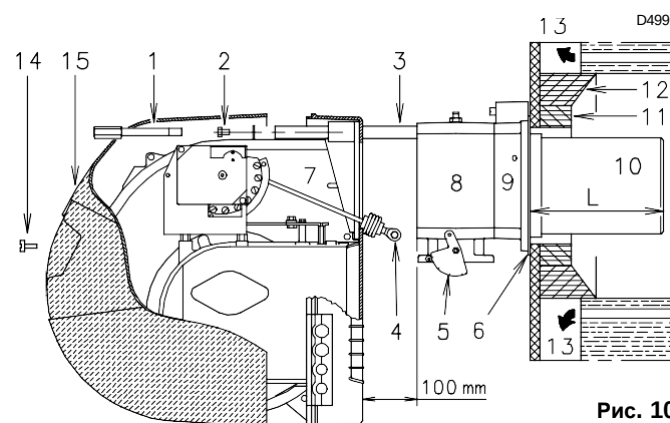

Рис. 10
Для котлов с водяным охлаждением передней части (водохлаждаемой передней стенкой) огнеупорная футеровка 13)-14) (Рис. 10) не требуется, если только это не специально указано изготовителем котла
Отделите горелочную головку от остальной части горелки (Рис. 10):
- > Прикрепите фланец 9) (Рис. 10 на стр. 16) к плите котла, установив между ними изолирующую прокладку фланца 6) (Рис. 10 на стр. 16), поставляемую вместе с горелкой. Используйте 4 винта, также входящих в комплект поставки, предварительно защитив резьбу средством от заедания (антиприхватным составом).